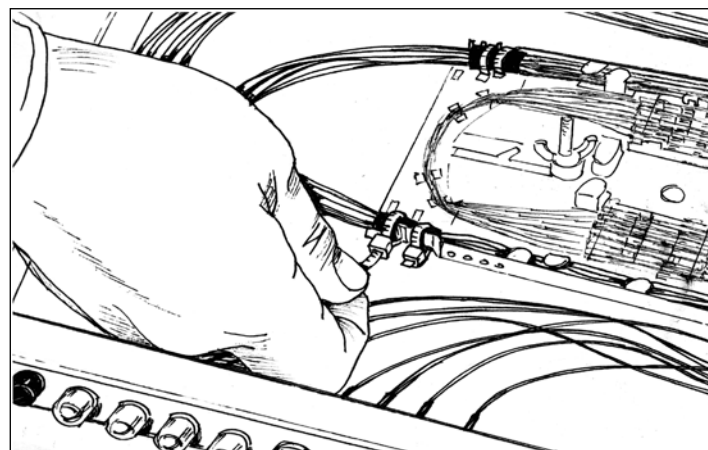

Рис. 3.13. Крепление шнуров «pigtail»
**3.1.12.** Закрепляют шнуры «pigtail» нейлоновыми стяжками к пазам кассеты (Рис. 3.13).